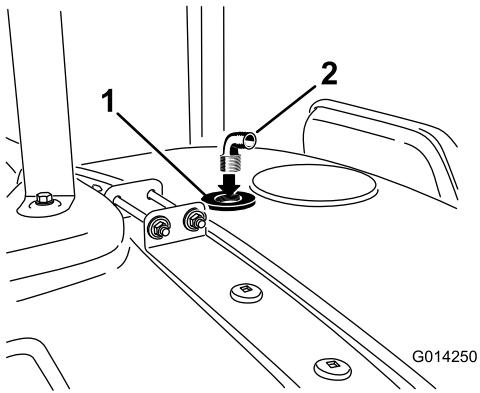

Figura 18
8. Instale el acoplamiento de 90° en el orificio roscado del pasamuros de la boquilla de enjuague (Figura 18).